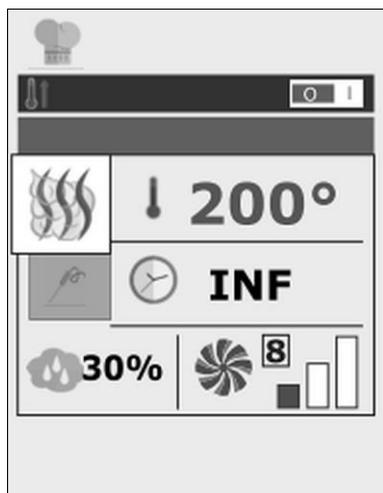

Рис. 14
1. Чтобы установить скорость вращения вентилятора, нажать кнопку 8 (Рис. 14) и выбрать нужную настройку.